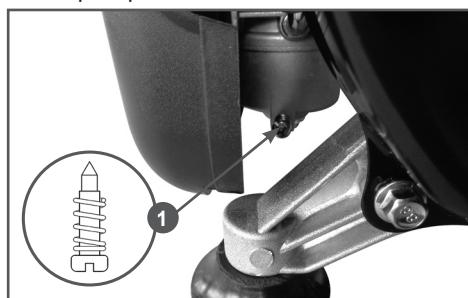

Рис. 14 Слив топлива из карбюратора
- Выкрутите винт сливного отверстия (Рис. 14 п. 1) на 1-2 оборота и спейте топливо из поплавковой камеры карбюратора.